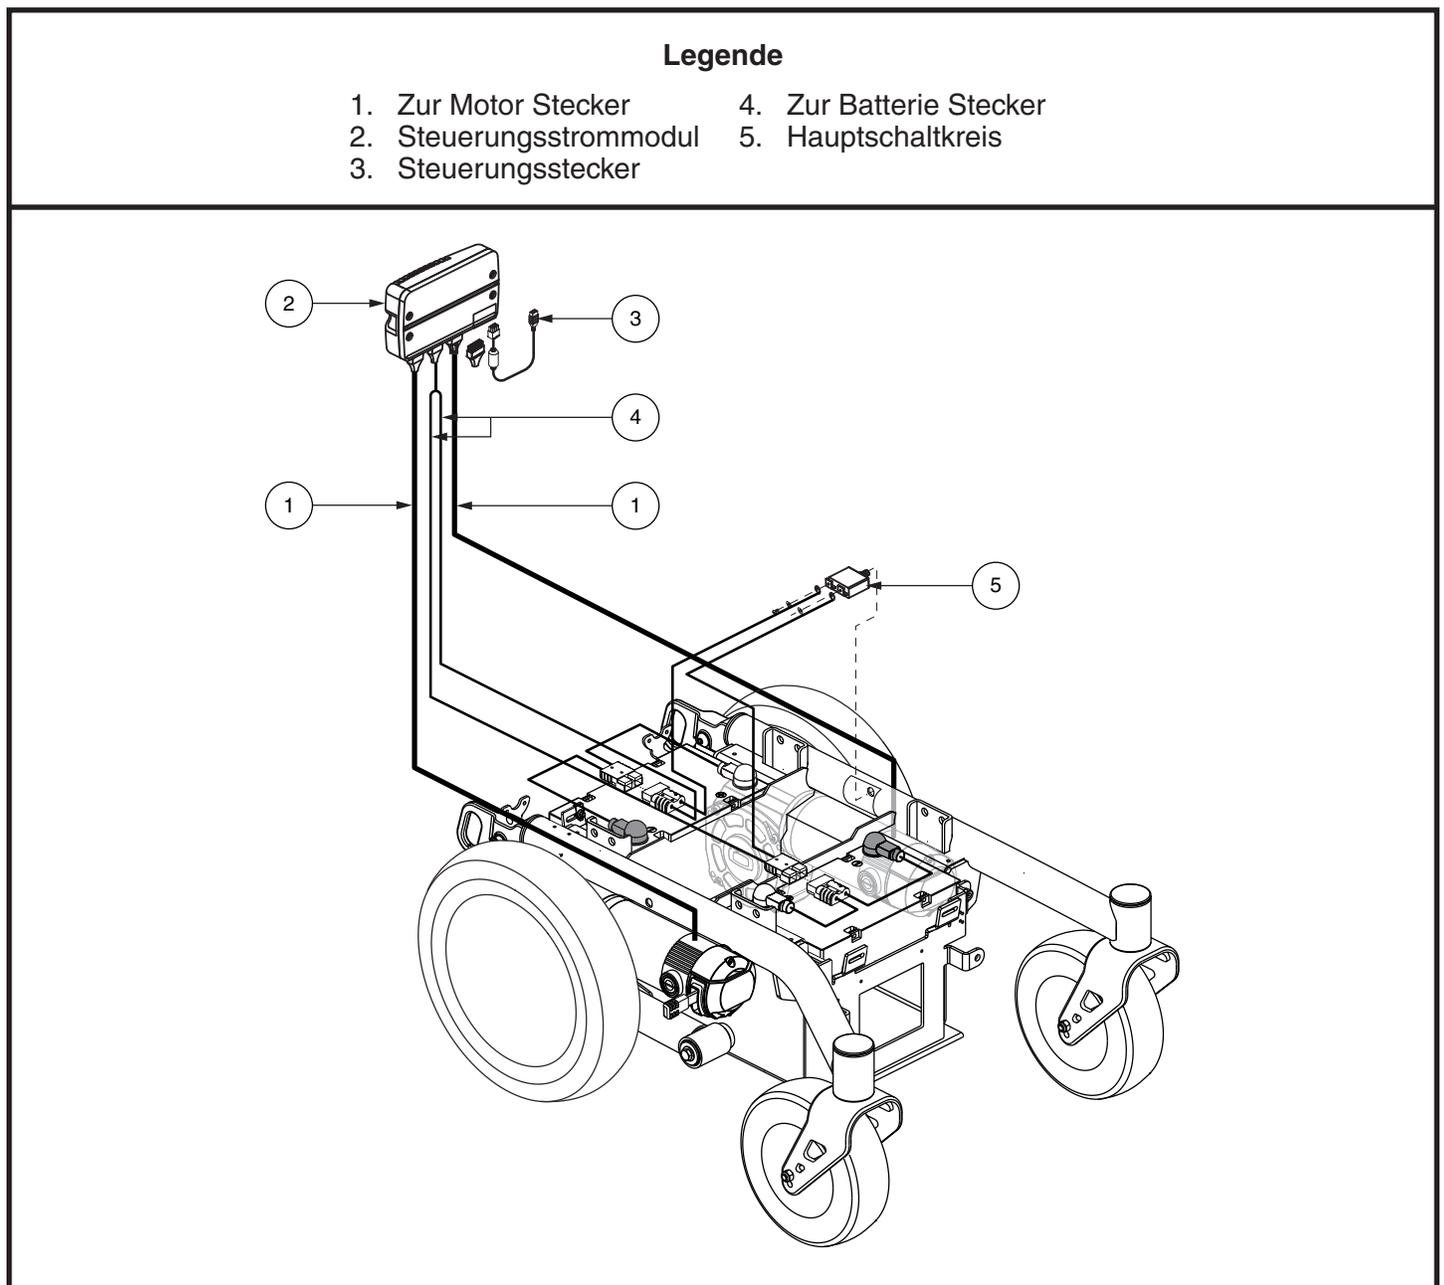

Bild 1. Aspen Elektrische Komponenten
Ihr Elektrorollstuhl hat zwei Hauptbaueinheiten: Die Sitzbaueinheit und die Netzteilbaueinheit. Üblicherweise beinhaltet die Sitzbaueinheit die Armlehnen, die Rückenlehne und die Sitzbasis. Die Netzteilbaueinheit beinhaltet zwei Baugruppen für Motor/Bremsen, zwei Antriebsräder, zwei Laufräder, zwei Stützräder, zwei Batterien und Kabelbäume. **Siehe Legende (S. 4-5) und Bild 1.**
Die elektronischen Komponenten bestehen aus der Steuerungsbauereinheit, den Batterien und den Motoren. Die Batterien, Motoren und das Steuerungsstrommodul (falls vorhanden) befinden sich an der Netzteilbaueinheit. Die Steuerung befindet sich an der Sitzbaueinheit. Die Verbindung zwischen der Steuerung und den Motoren, Batterien und deren Ladegeräte werden durch einen oder mehrere Kabelbäume gebildet. **Siehe Bild 1.**
5. Stecken Sie den Steuerungsstecker in die Rückseite des Netzteils. **Siehe Bild 1.**
3. Ziehen Sie den/die Steuerungsstecker aus dem Netzteil. **Siehe Bild 1.**